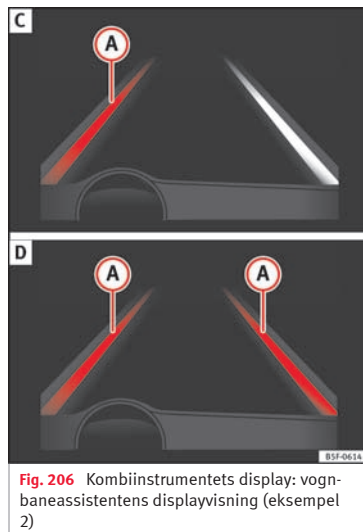

Fig. 206 Kombiinstrumentets display: vognbaneassistentens displayvisning (eksempel 2)
- Systemet arbejder; den gule linje **A** viser, at der er risiko for utilsigtet overskridelse af vognbanelinjen. Systemet korrigerer kørselsretningen ved hjælp af styretøjet » **Fig. 206 C**.
- De to fremhævede linjer **A** lyser samtidig, når begge vognbanelinjer er registreret, og den centrale vognbaneføringsfunktion » **Fig. 206 D** er aktiveret.